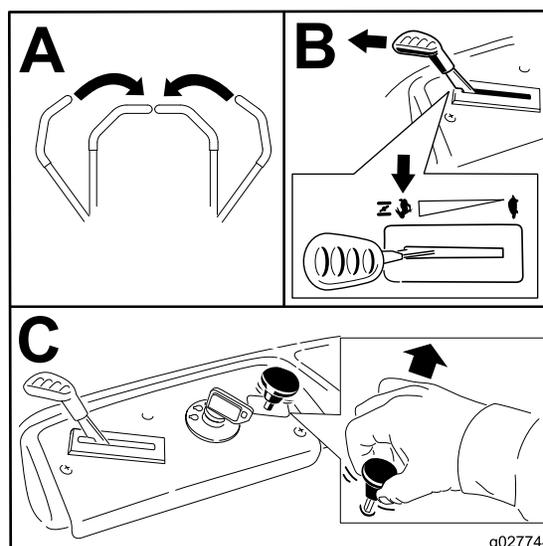

Figure 13
**Remarque:** Engagez toujours les lames en plaçant la commande d'accélérateur à la position haut régime (Figure 13).
- Placez la commande d'accélérateur en position haut régime (Figure 13).